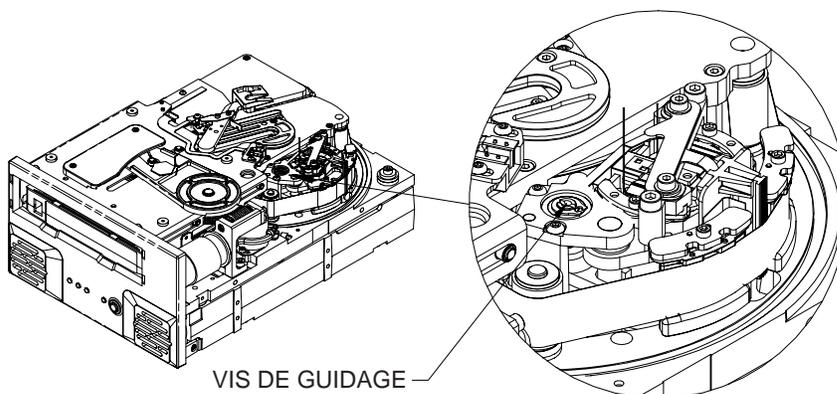

Figure 19. Schéma du Viper 200 montrant la vis de guidage (bande en place sur la bobine de réception)
1. Assurez-vous que le système de têtes se trouve en position abaissée en tournant la vis de guidage (voir la figure 19) dans le sens des aiguilles d'une montre à l'aide d'un tournevis plat. Cela est nécessaire pour permettre au bras de chargement de libérer le système de têtes quand il est ramené en direction de la cassette.